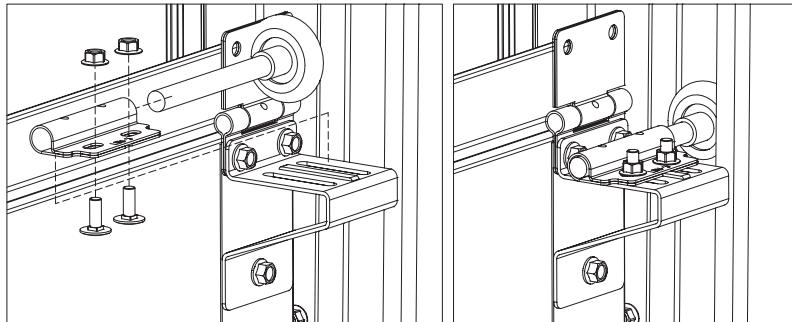

Рис. 27.2
- 5) завести ролик в профиль горизонтальной направляющей и закрепить роликовую накладку к боковому кронштейну при помощи двух болтов M6×16 с полукруглой головкой и гаек с буртиком (рис. 27.2).